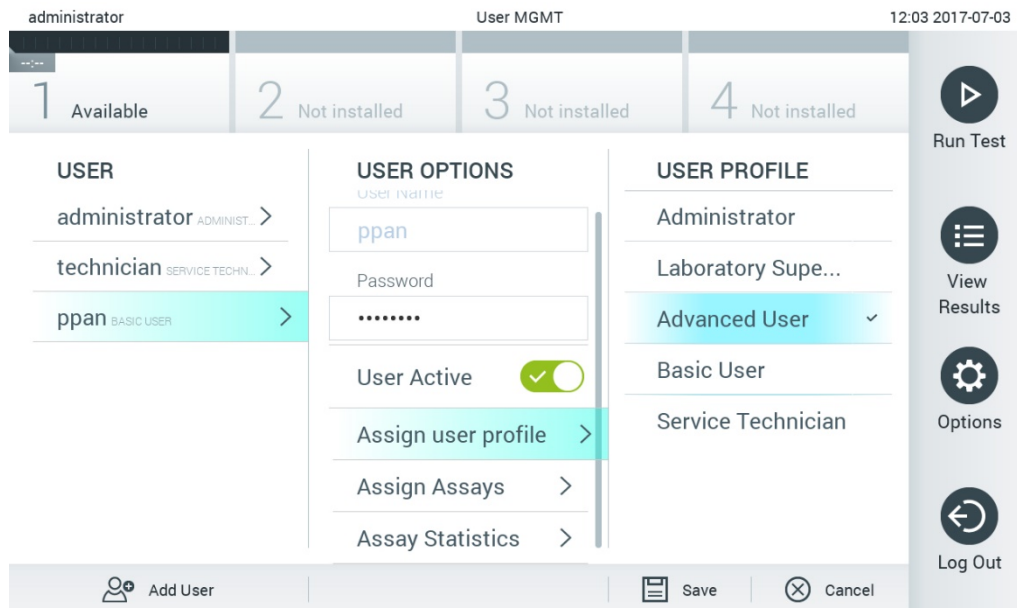

Abbildung 54: Zuweisung von Benutzerprofilen zu Benutzern
- Assign User Profile (Benutzerprofil zuweisen): Zuweisung eines anderen Benutzerprofils für diesen Benutzer (z. B. Administrator, Laboratory Supervisor (Laborleiter), Advanced User (Fortgeschrittener Benutzer), Basic User (Einfacher Benutzer)). Wählen Sie das entsprechende Benutzerprofil aus der Liste rechts im Inhaltsbereich aus (Abbildung 54, nächste Seite).